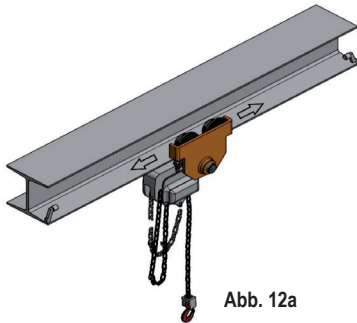

Abb. 12a
- schieben Sie den Wagen beim Schubmodell (Abb. 12A) an einer sicheren Greifstelle.